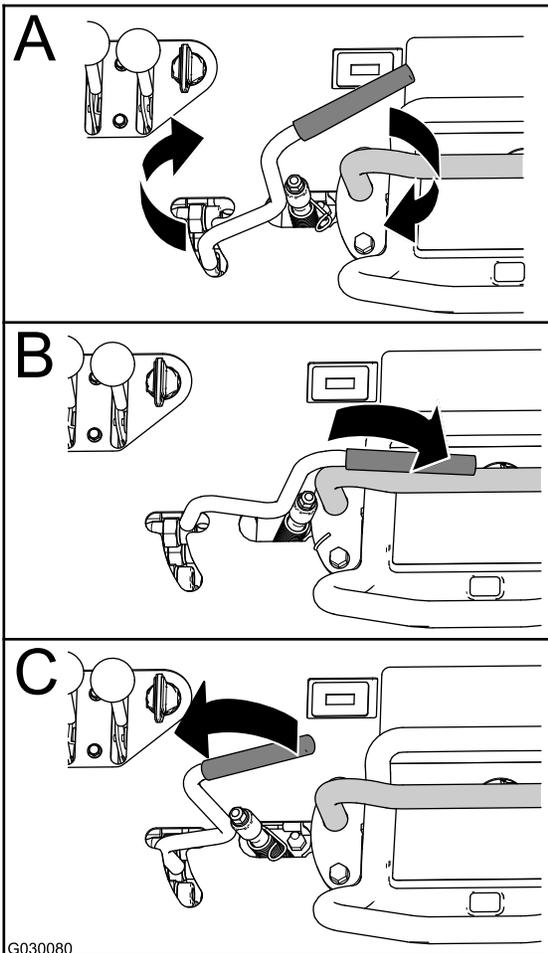

Bild 1
4. Drehen Sie das Bedienelement der Grabenfräse nach rechts (A in Bild 1).
5. Stellen Sie den Steuerhebel der Grabenfräse vier oder fünf Mal ganz nach vorne (B in Bild 1) und ganz nach hinten (C in Bild 1).